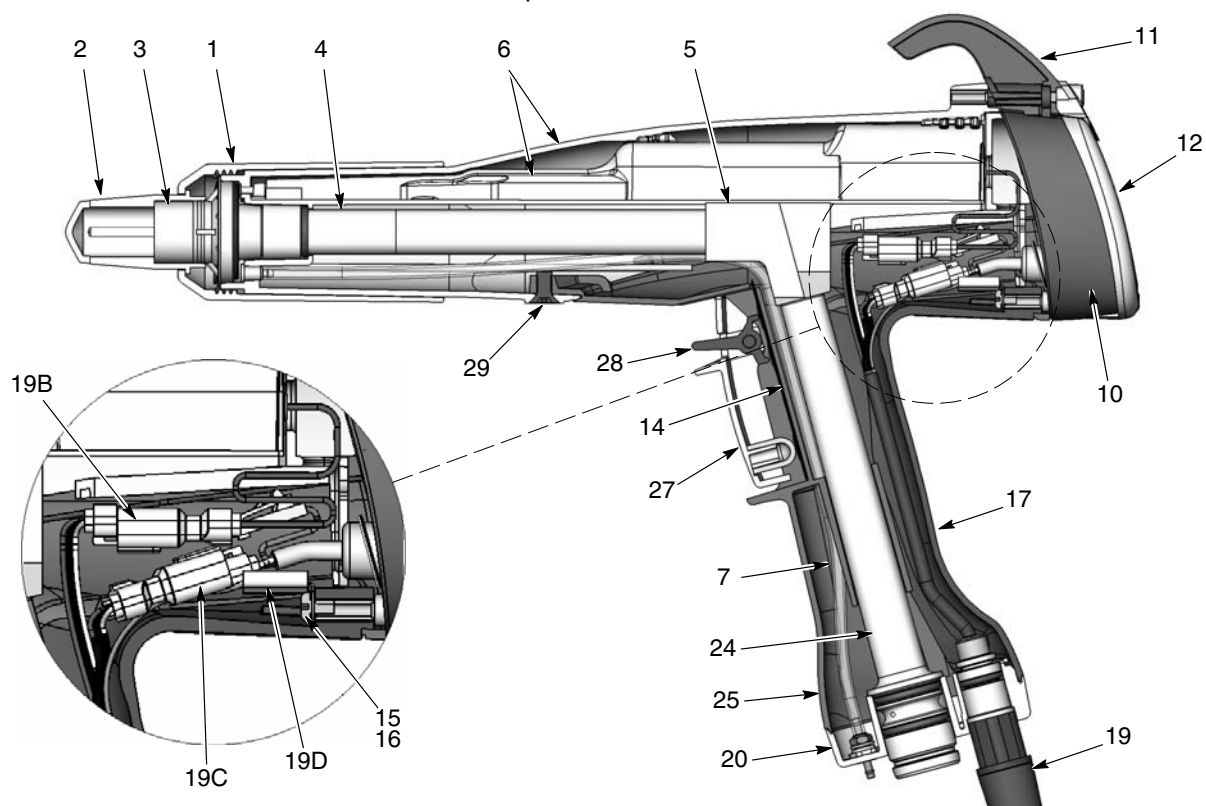

Figura 6-1 Vedere în secțiune a pistolului de pulverizare (numerele articolelor din această secțiune corespunde numerelor articolelor din lista de piese)
2. Vezi Figura 6-1. Deșurubați piulița duzei și demontați duza și ansamblul electrodului de la pistolul de pulverizare.